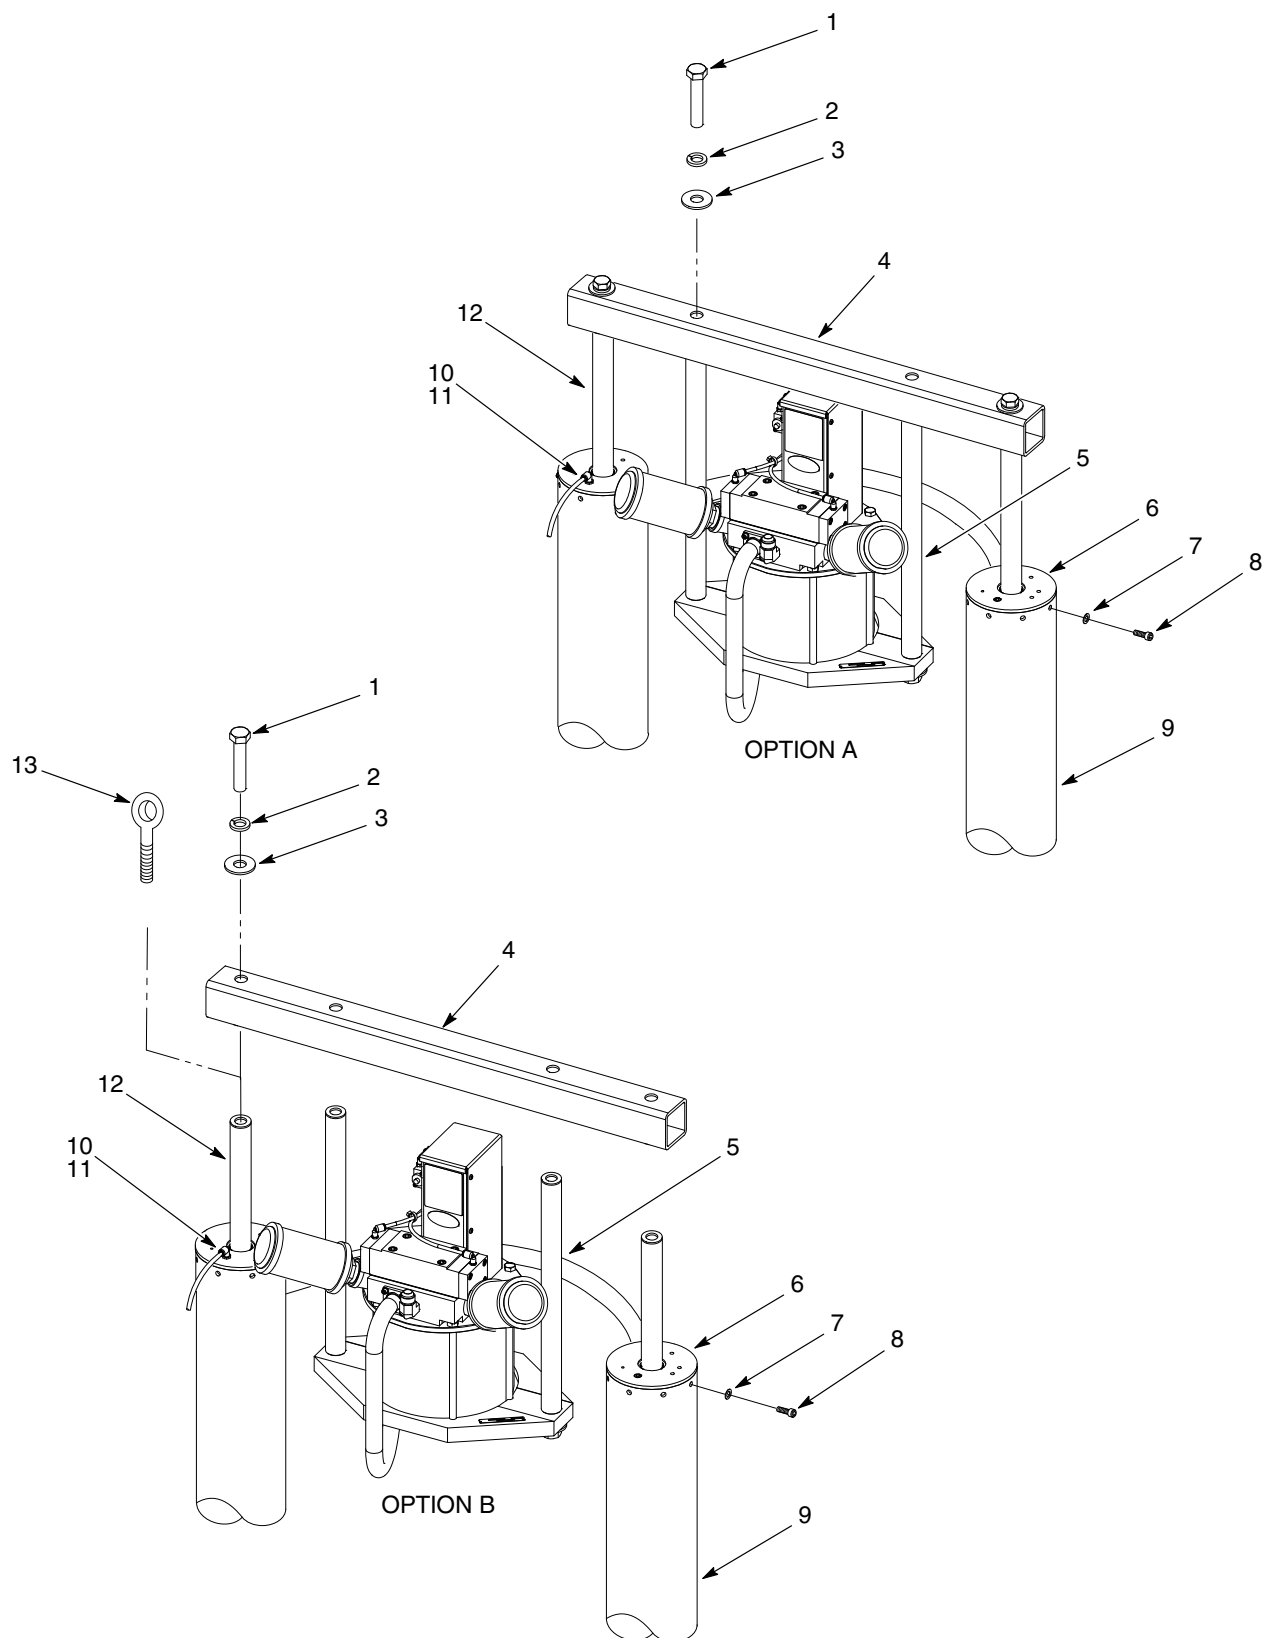

Abb. 2 Zylinderstangen abnehmen
1. Siehe Abb. 2, Option A. Die Schrauben (1), Sicherungsscheiben (2) und Unterlegscheiben (3) abnehmen, mit denen das Querrohr (4) an den Montagestangen (5) befestigt ist.
2. Die Schläuche (10) von den Anschlüssen (11) trennen.
3. Die Kopfschrauben (8) und Unterlegscheiben (7) von den Luftzylindern (9) abnehmen. Die Ausrichtung der Zylinderköpfe (6) notieren.
4. Das Hubgerät am Mittelteil des Querrohrs (4) anbringen und beide Zylinderstangen (12) aus den Luftzylindern (9) nehmen.
1. Siehe Abb. 2, Option B. Die Schrauben (1), Sicherungsscheiben (2) und Unterlegscheiben (3) abnehmen, mit denen das Querrohr (4) an den Montagestangen (12) und Zylinderstangen (5) befestigt ist.
4. Die $\frac{7}{8}$ -14 Ringschrauben (13) in jede Zylinderstange (12) schrauben. Das Hubgerät an einer Ringschraube anbringen. Mit dem Hubgerät die Zylinderstange aus dem Luftzylinder (9) nehmen. Die verbleibende Zylinderstange auf die gleiche Weise abnehmen.
- Unterlegscheiben (14)
- Sicherungsscheiben (15)
- Stangenschraube (16)
5. Jede Schraube (16) mit 250 ft-lb (339 N•m) festziehen.
6. Die Kolbendichtung (11) mit O-Ring-Gleitmittel einfetten.
7. Vorsichtig die Zylinderstange (7) bis zum Anschlag in den Luftzylinder (19) führen. Die verbleibende Zylinderstange auf die gleiche Weise installieren.
8. Die Zylinderköpfe (4) so ausrichten wie beim Abnehmen notiert.
9. Jeden Zylinderkopf (4) in einem Luftzylinder (19) installieren. Die Unterlegscheiben (17) und Kopfschrauben (18) in jedem Zylinder installieren. Jede Schraube (16) festziehen auf 10-15 ft-lb (14-20 N•m).
10. Den Luftschlauch (20) an den Anschluss (21) anschließen.
11. Alle oben vom Zylinderkopf (4) abgenommenen Geräte oder Halterungen installieren.
12. Siehe Abb. 2, Option B. Loctite 242 auf die Gewinde der Schrauben (1) auftragen. Das Querrohr (4) mit den Schrauben, Sicherungsscheiben (2) und Unterlegscheiben (3) an den Zylinderstangen (12) und Montagestangen (5) installieren. Die Schrauben mit 250 ft-lb (339 N•m) festziehen.